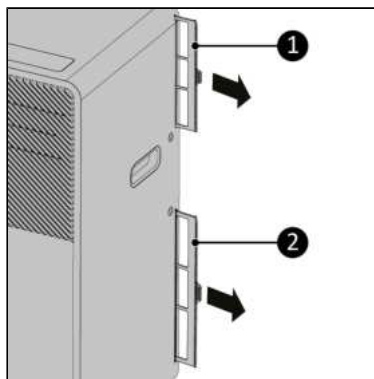

Figura 34.
3. Dispozitivul are două filtre pe lateralele sale. Glisați ambele filtre afară. (Figura 34, elementul 1 și 2).